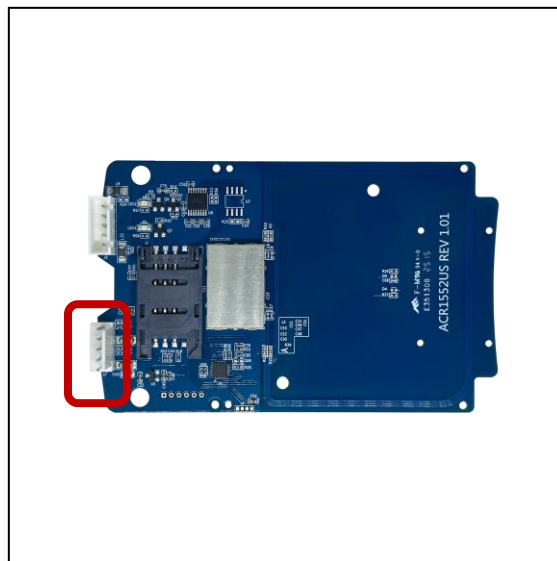

图 1: ACM1552D 通过 USB 接口
1. 使用 USB 线将插座 **J2** 连接至其他外围设备（请参考图 1）。